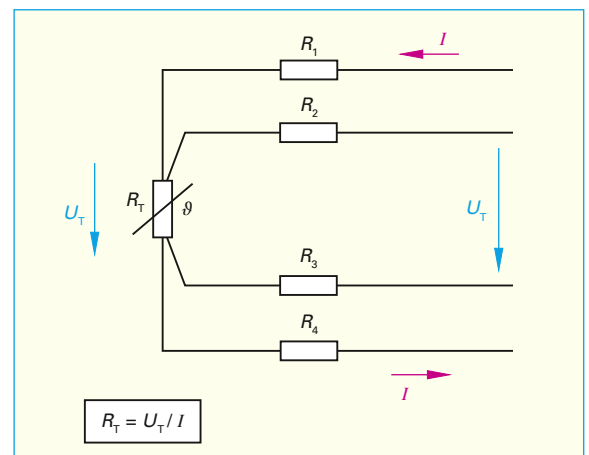

Bild 2: Vierleitorschaltung
2.4 a) Das analoge Eingangssignal wird bei Widerstandsthermometern durch einen von der Baugruppe gelieferten Konstantstrom gebildet und mit einem Vierleiter-Anschluss gemessen (**Bild 2**). Welchen Vorteil bietet dieses Verfahren?